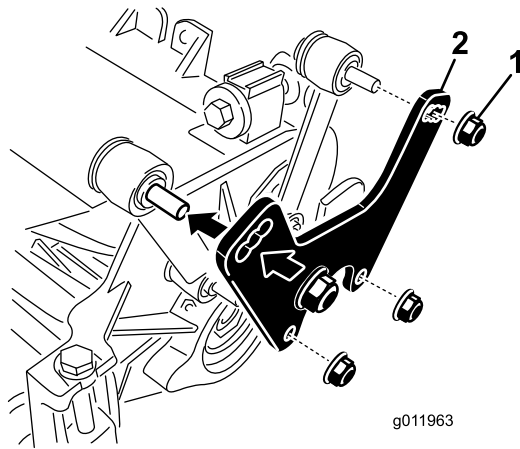

図 9
1. カッティングユニットのサイドプレートとキャリアフレームに昇降リンクを固定しているナットを外す 図 9。